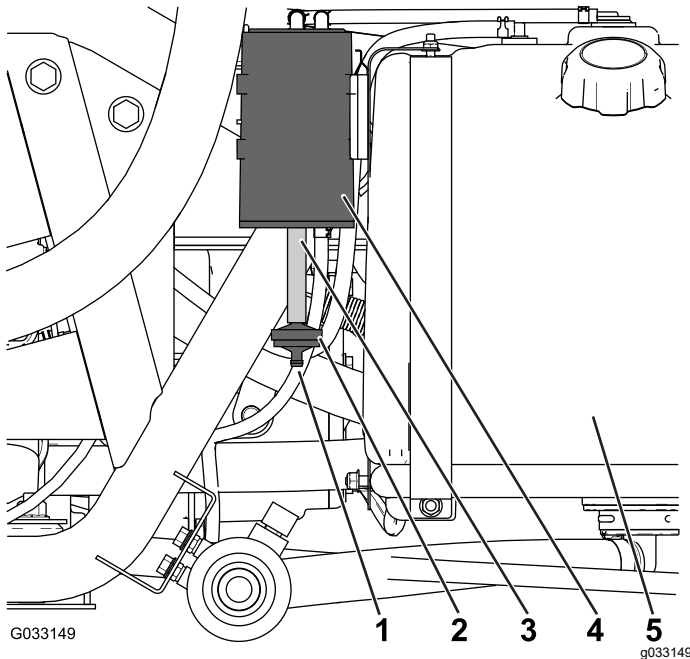

Figura 47
Verificai deschiderea din partea de jos a filtrului de aer pentru recipientul din carbon pentru a vă asigura că este curat i fără reziduuri i obstrucii (Figura 47).
1. Îndepărtați fittingul inelat al filtrului pentru recipientul din carbon de la furtunul din partea inferioară a recipientului din carbon i scoateți filtrul (Figura 47).